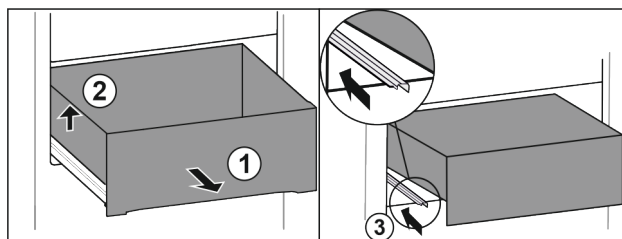

Fig. 105
- ▶ A fiókot ütközésig húzza ki. Fig. 105 (1)
- ▶ Emelje meg a fiók bal oldalát. Fig. 105 (2)
- ▶ Tolja be a bal oldali sít. Fig. 105 (3)